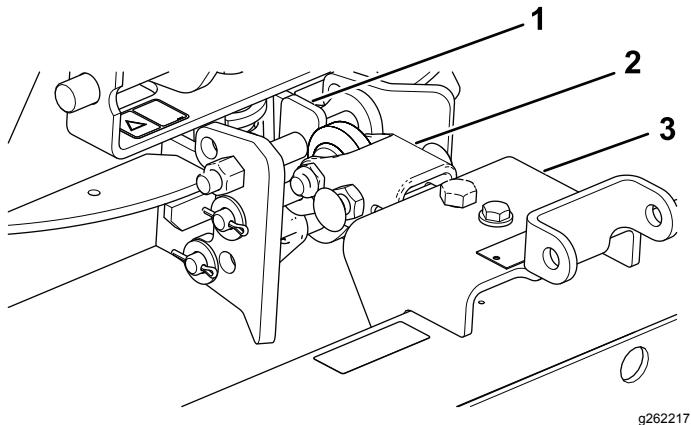

図 10
1. ヒッチアセンブリを、平らな側が上になるようにして取り付ける図 10。
2. 牽引バーをハンガーアセンブリの下側に組み付ける図 10。